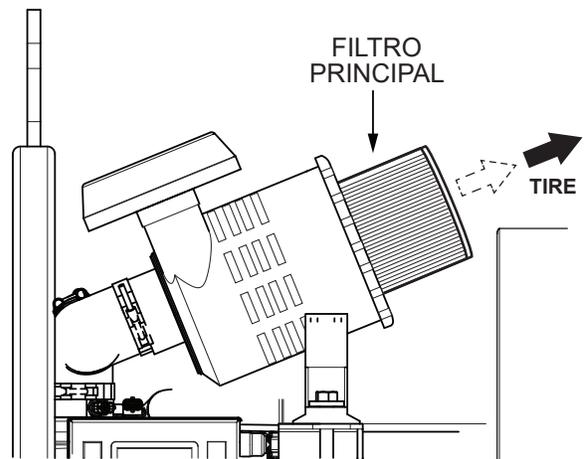

Figura 32. Filtro principal
4. Tire hacia afuera del filtro principal sacándolo del recipiente principal (Figura 32).